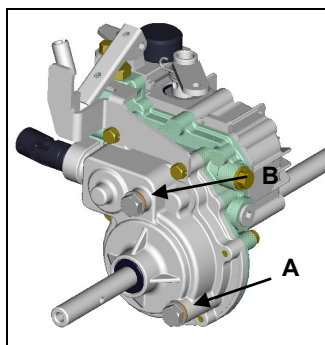

Fig. 20
2. Commencer par remplacer l'huile de transmission mécanique. Retirer le bouchon de vidange (A, fig. 20) et incliner la machine sur l'arrière pour vidanger l'huile. Assurez vous que la totalité de l'huile de transmission est vidangée et remonter le bouchon de vidange. Verser 0.17 l. d'huile de transmission mécanique (#90) par le bouchon de remplissage B(Fig.20), et resserrer les deux bouchons. SAE 90 ou API GL-5